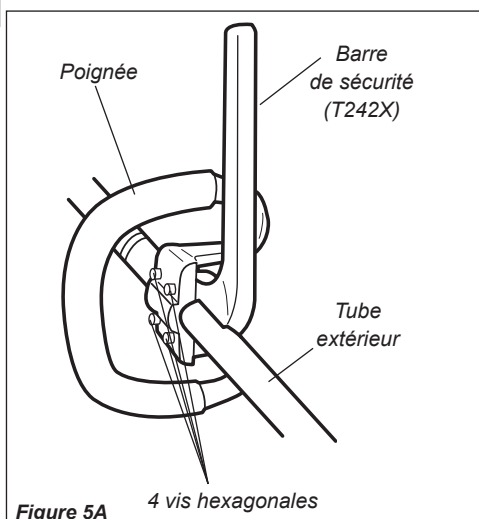

Figure 5A
1. La poignée est fixée sur le tube extérieur en usine et positionnée verticalement. Voir figure 5A.